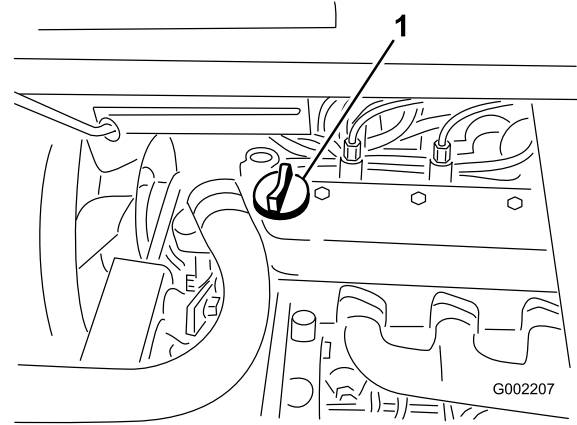

Figura 40
3. Si el nivel de aceite es bajo, retire el tapón de llenado de la cubierta de la válvula (Figura 40) y vierta aceite por el orificio hasta que el nivel llegue a la marca Lleno de la varilla; consulte el tipo y la viscosidad